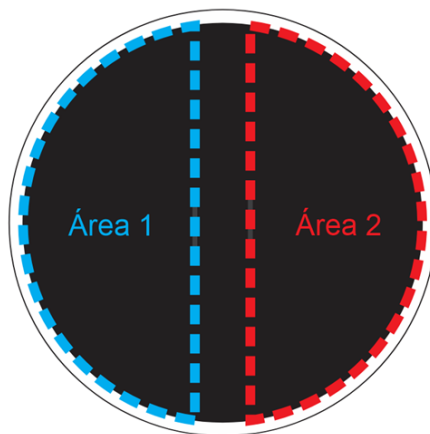

Figura 8: Área de posicionamento dos robôs no Dojô.
- 3.5.2. O posicionamento dos robôs antes de iniciar um *round* se dá da seguinte forma: O juiz realiza uma contagem até 3, a qual é utilizada pelos capitães das equipes como referência para posicionar os robôs no Dojô exatamente ao mesmo tempo. O Capitão 1 pode posicionar o seu robô dentro da Área 1, e o Capitão 2 pode posicionar o seu robô dentro da Área 2. A Figura 8 apresenta a delimitação das áreas citadas, estas áreas são delimitadas pelas Shikiri e pela borda branca do Dojô, o robô deve ser posicionado integralmente dentro da respectiva área.